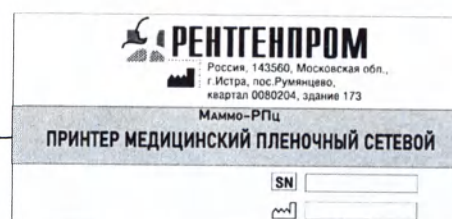

Рисунок 1 – Маркировочные таблички на АРМ 1 и АРМ 2
3.4. Идентификация маммографа и его частей, а также информация об их изготовителях осуществляется с помощью маркировочных табличек, закрепленных на корпусе маммографа, АРМ 1 и АРМ 2 (рис.1). Серийный номер маммографа содержится в основной маркировочной табличке, размещенной в нижней части стойки съемочного узла (рис.1.1).